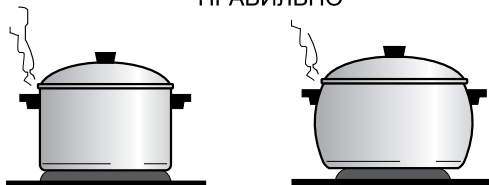

Рис. 2
- **ПОМНИТЕ!** ДЛЯ БЫСТРОГО ПРИГОТОВЛЕНИЯ ПИЦЦЫ ПОСУДА ДОЛЖНА ИМЕТЬ ПЛОСКОЕ ДНО, ХОРОШО ПРИЛЕГАЮЩЕЕ К ПОВЕРХНОСТИ КОНФОРКИ. Диаметр посуды должен равняться или быть немного больше диаметра конфорки (рис. 2).